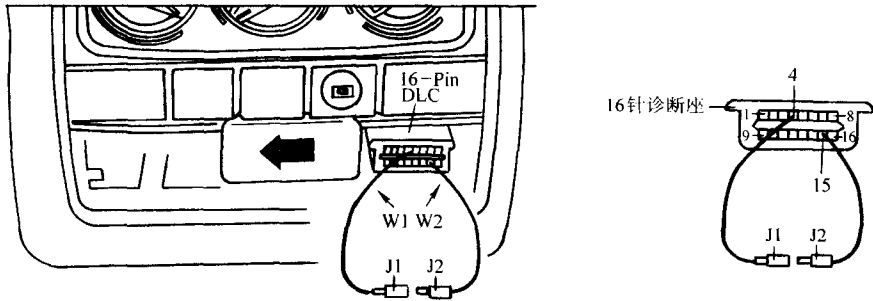

图 5-11 将 4 号及 15 号脚跨接
- (1) 起动发动机并在怠速下运转 (不超过 1300r/min)。
(2) 在发动机运转时, 将 OBD1 跨接座或自制跨线接上, 如图 5-11 所示, 仪表指示灯应亮起。